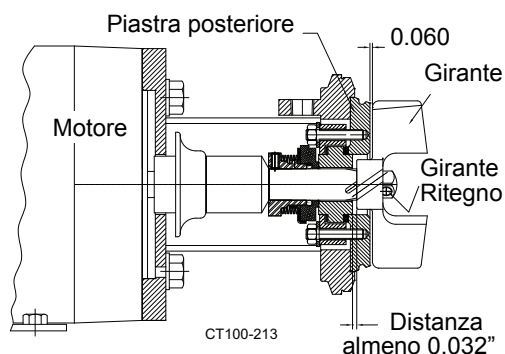

Figura 32 - Installazione della piastra posteriore e girante
8. Assemblare la piastra posteriore, inserire il ritegno della girante sull'alberino, posizionarlo al centro e installare la girante, serrarla contro l'alberino e girarla fino a quando il ritegno della girante si innesta nella girante bloccandola. (Vedere Figura 32.)
9. Prima di installare l'alloggiamento, eseguire un controllo visivo del mozzo della girante e della superficie di tenuta per assicurarsi che ci sia uno spazio tra loro. Se non è visibile alcuna distanza, smontare la pompa e muovere l'alberino in avanti per garantire almeno una distanza di 0.032" (0,81 mm) tra il mozzo della girante e la superficie della sede della tenuta. (Vedere Figura 32.)